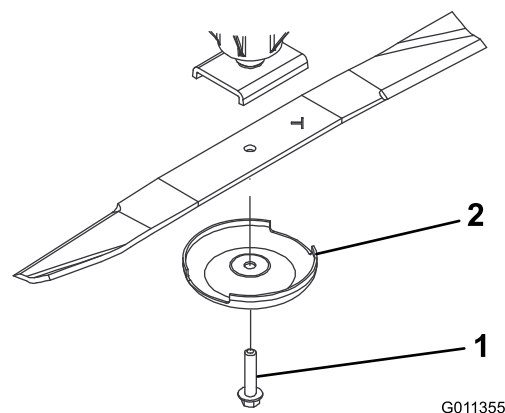

図 63
3. ブレードを取り付ける時は、セール立ち上がっている部分がカッティングデッキの天井を向くように取り付け、芝削り防止カップをつけてブレードボルトで固定する 図 63。各ブレードボルトを 115149N・m 11.815.2kg・m = 85110ft-lb にトルク締めする。
2. ぼろきれや厚いパッドの入った手袋を使ってブレードの端部をしっかりと握る。スピンドルのシャフトからブレードボルト、芝削り防止カップ、ブレードを取り外す 図 63。
ブレードの磨耗を放置すると、ブレードのセール部と平坦部との間に割れ目が発生する 図 63。この割れ目が拡大すると、最終的にはブレードがちぎれてハウジングの下から飛び出し、これがオペレータや周囲の人に重大な人身事故となる。